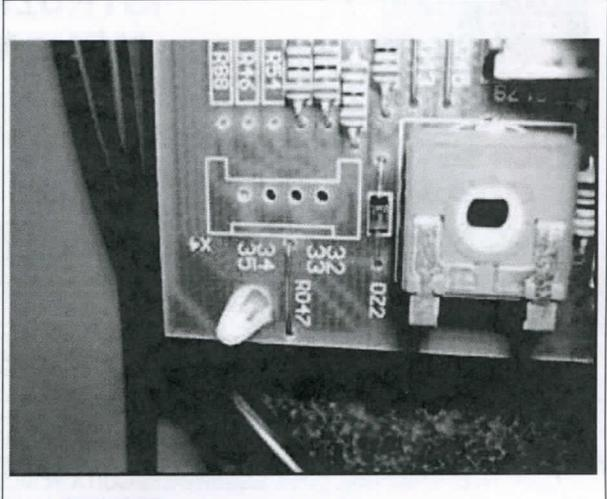
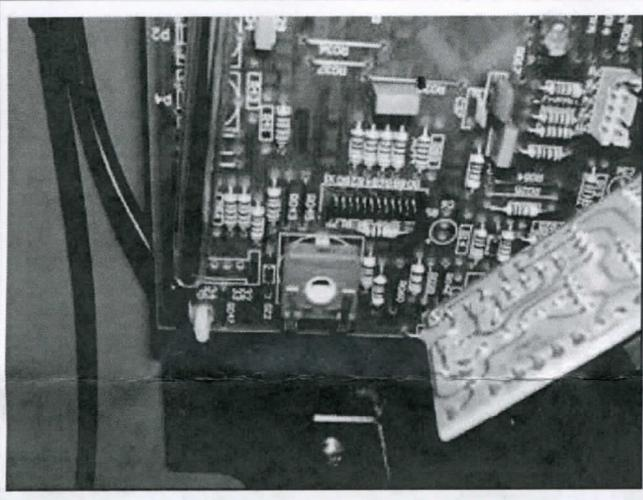

Fig. 4 - Pic. 4
Fig. 5 - Pic. 5
4. Rimuovere completamente la scheda agendo sui distanziali con un cacciavite (**Fig. 4 – Fig. 5**)
9. Procedere con il fissaggio della scheda attraverso i distanziali di **Fig. 4** e ripristinando tutti i collegamenti elettrici. A tale proposito verificare i collegamenti con lo schema del quadro elettrico del generatore. Il risultato finale è indicato in **Fig. 10**.
9. Fix the new electronic board (**Fig. 4**) and replace the electrical connection (**Pic. 10**).